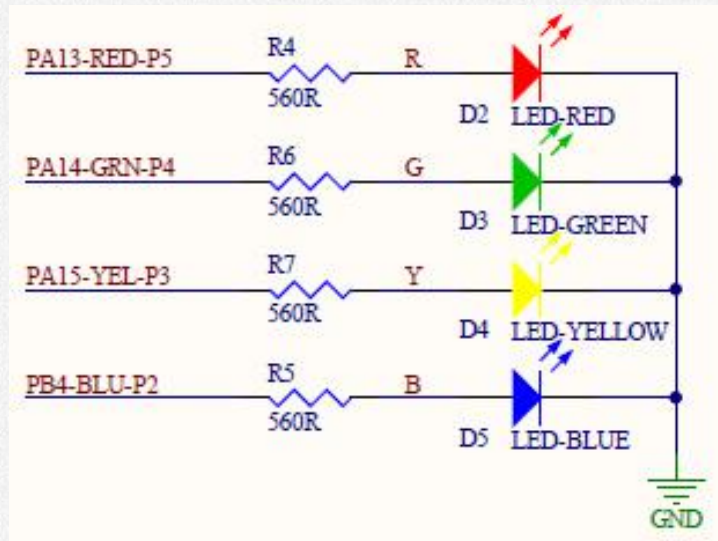

图5 开发板上LED电路原理图
- 如图5的LED电路图所示，开发板上有四个LED灯，颜色分别为红、绿、黄、蓝，对应的引脚依次为PA13、PA14、PA15、PB4。